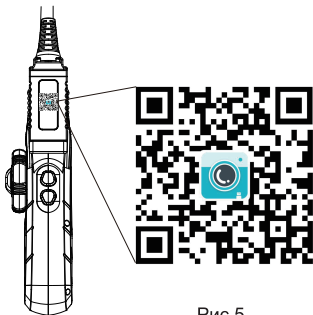

Рис.5
3) С помощью смартфона отсканируйте QR-код на устройстве или из данной инструкции и установите приложение (см. рис. 5)